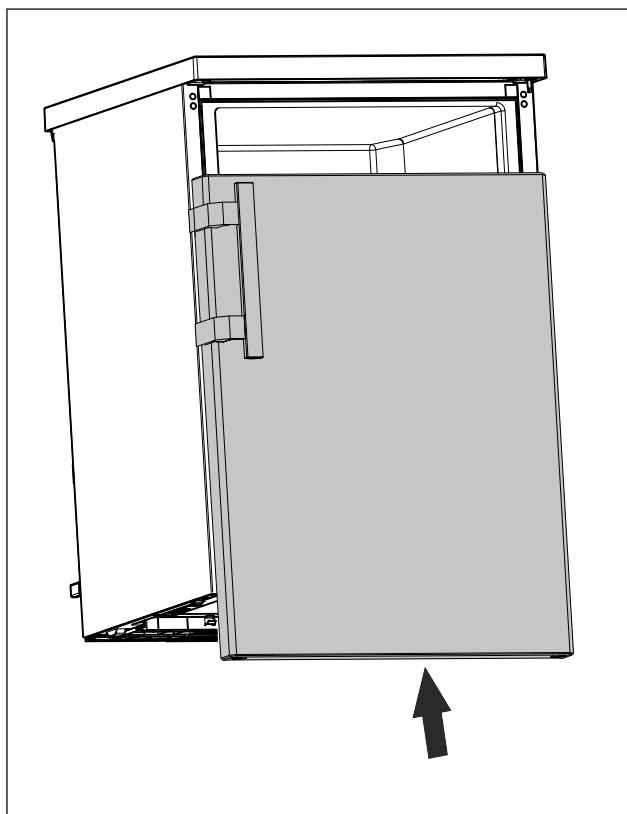

Fig. 16
- Pousser la porte fermée sur l'axe supérieur. (voir Fig. 16)